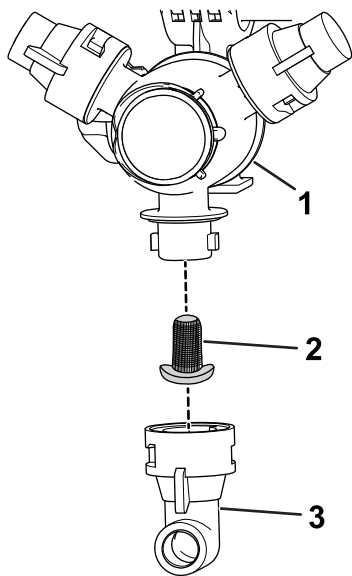

Figura 61
2. Remova o bico da torre de pulverização (Figura 61).
3. Remova o filtro do bico antigo (Figura 61).
4. Instale o filtro do bico novo (Figura 61).
5. Instale o bico na torre de pulverização (Figura 61).